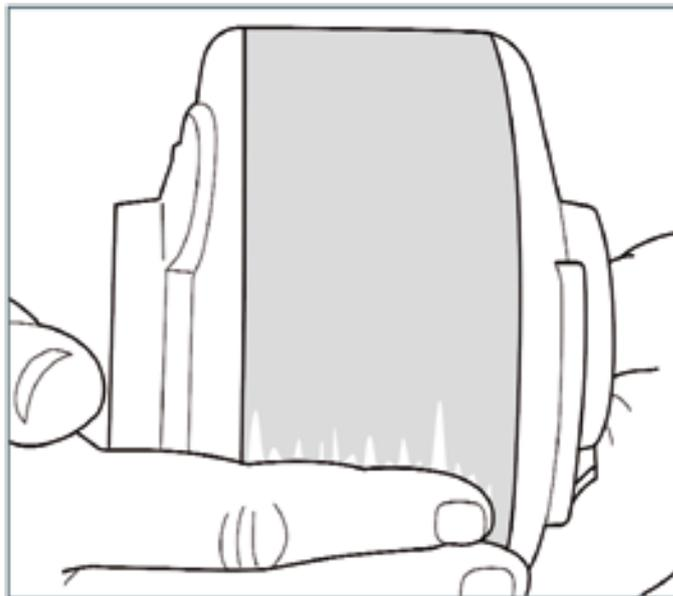
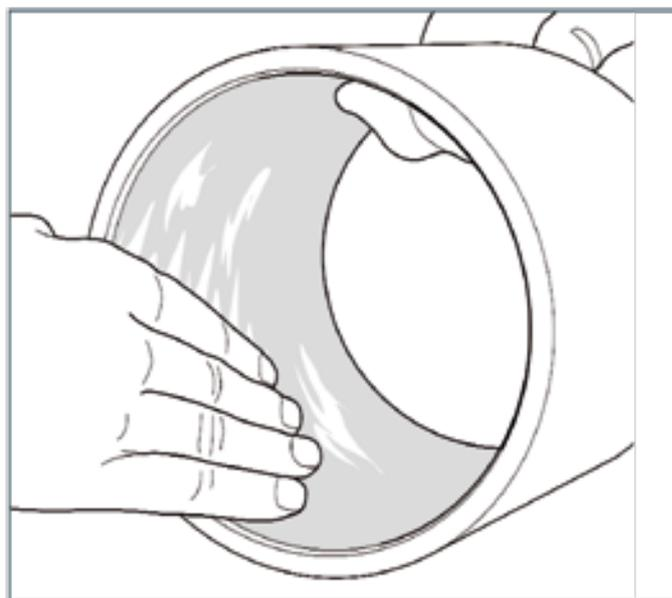
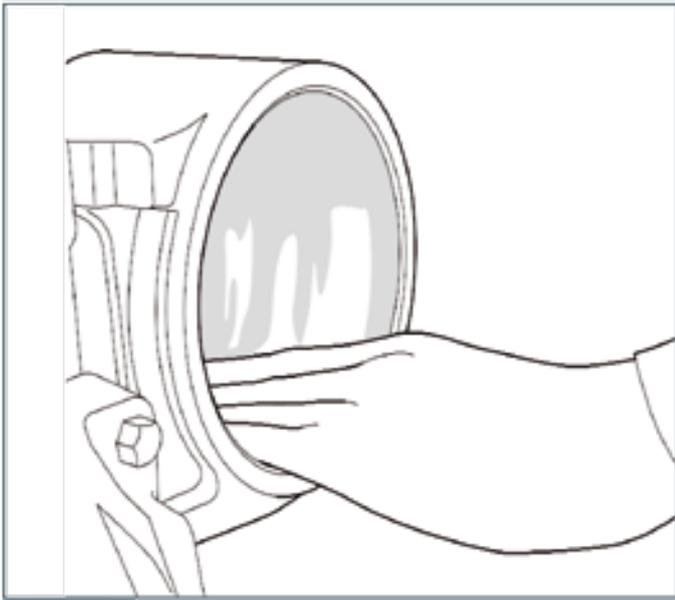

Abb. 4.33
Abb. 4.34
Abb. 4.35
1. Tragen Sie Gellösung P-80 auf den Bereich um die Drehzapfenbuchse (Abb. 4.33), den Trichter "D" (Abb. 4.34) und das Außenrohr des Längslenkers (Abb. 4.35) auf.